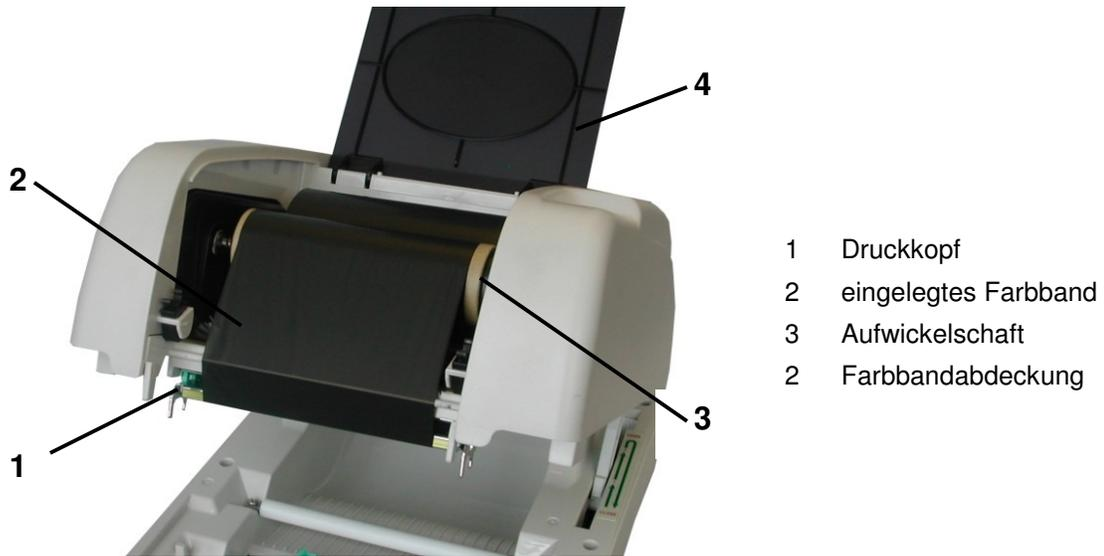

Abbildung 6 Eingelegtes Farbband
6. Das Farbband von der hinteren Abwickelachse unterhalb des Druckkopfes durch nach vorne und hoch auf den vorderen Aufwickelschaft wie in Abbildung 6 gezeigt führen
9. Farbbandabdeckung (Abbildung 6, Pos 4) wieder schließen